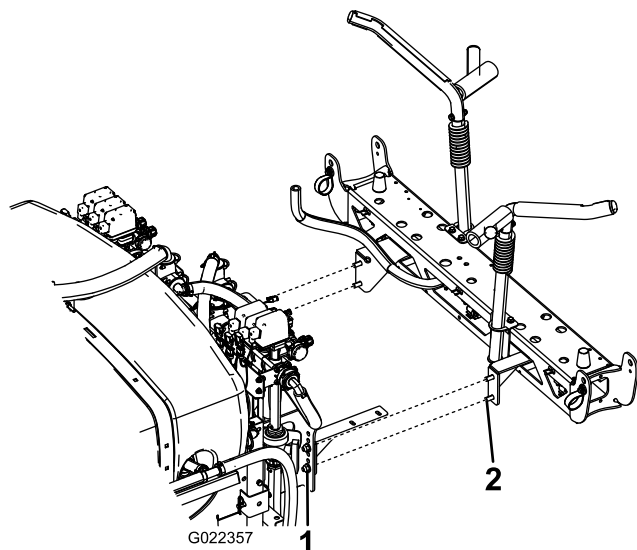

Рисунок 19
2. Установите среднюю стрелу в сборе через третье отверстие от нижней части кронштейнов на системе опрыскивания в сборе, как показано на Рисунок 19, с помощью 4 болтов (1/2 x 1-1/4 дюйма) и 4 контргаек (1/2 дюйма).